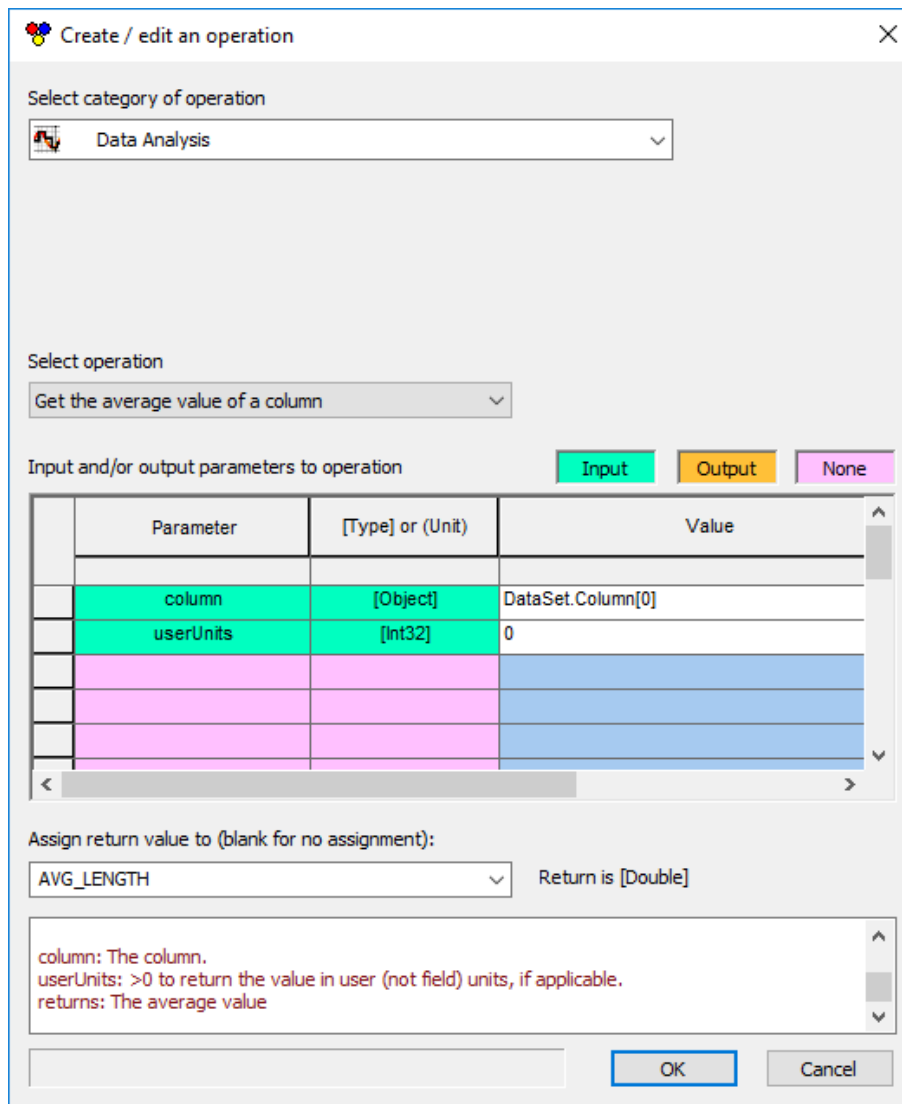

Рисунок 47: Вікно створення/редагування операції для операції *AverageLength*.
50. У розкритому списку Призначити значення, що повертається (порожнє, якщо призначення не призначається), виберіть створену раніше змінну *AVG_LENGTH* (Рисунок 47).